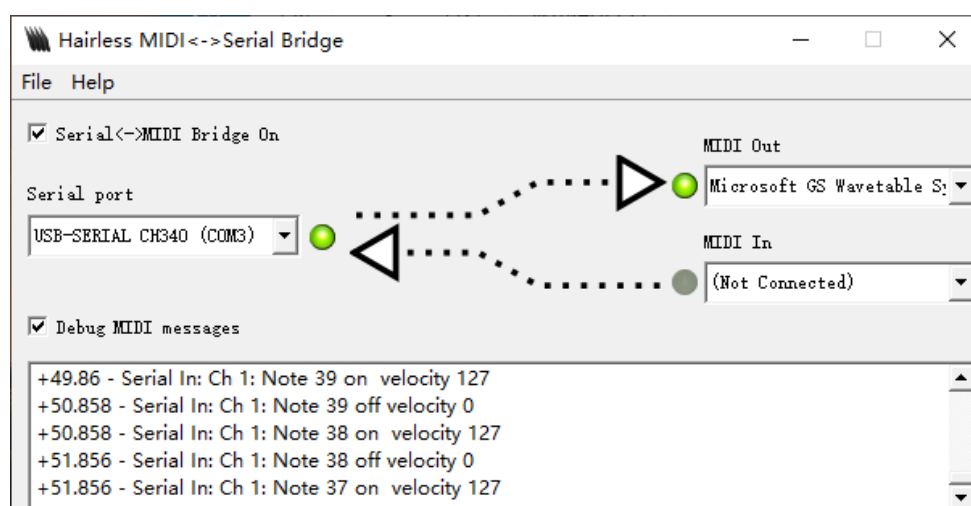
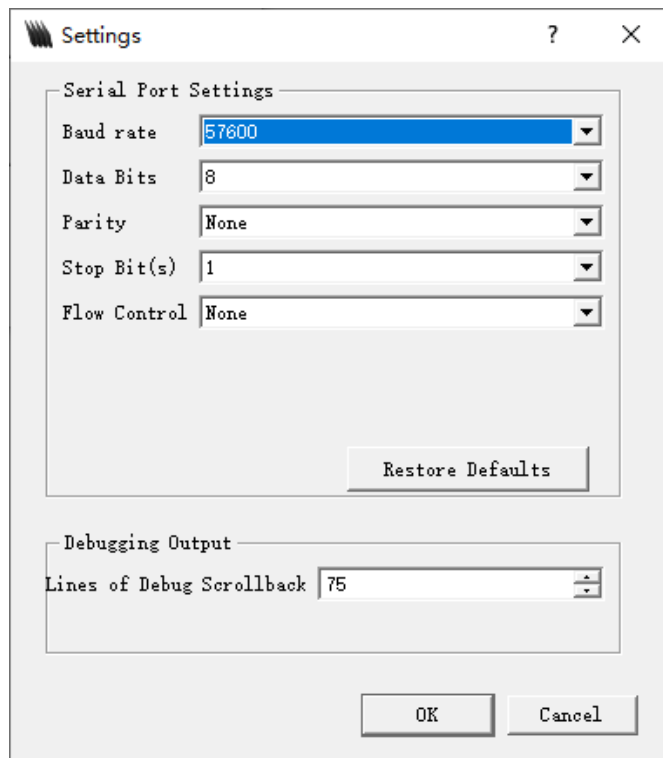

图 2 MIDI-Serial 虚拟重定向软件 HairlessMIDI 运行画面
图 3 MIDI-Serial 虚拟重定向软件 HairlessMIDI 的 Preference 设置波特率与 Arduino
- 8) Arduino MIDI 创新实验部分，由于本实验的 Arduino 开发板只有串口（UART）能够传输 MIDI 信息，所以需要在 PC 端使用串口到 MIDI 的虚拟重定向软件 HairlessMIDI（见图 2）将 MIDI 信息定向到 MIDI 合成器（例如 Microsoft GS Wavetable Synth），实现 MIDI 信息的演奏。并且需要把 HairlessMIDI 的菜单 File/Preference 里 BaudRate 设定成与 Arduino 一致的 Baud Rate（见图 3），Arduino 开发板上实现创新 MIDI 控制器的具体步骤请同学们自行完成。
- 注意：在调试过程中，每次下载 Arduino 程序时，需要断开 SerialPort 和 Midi-Serial Bridge 连接，即图 2 中的 Midi-Serial Bridge On 的 CheckBox 需要处于没有对勾的状态，这样才能下载 Arduino 程序，否则 PC 端串口被独占，无法更新 Arduino 的程序。